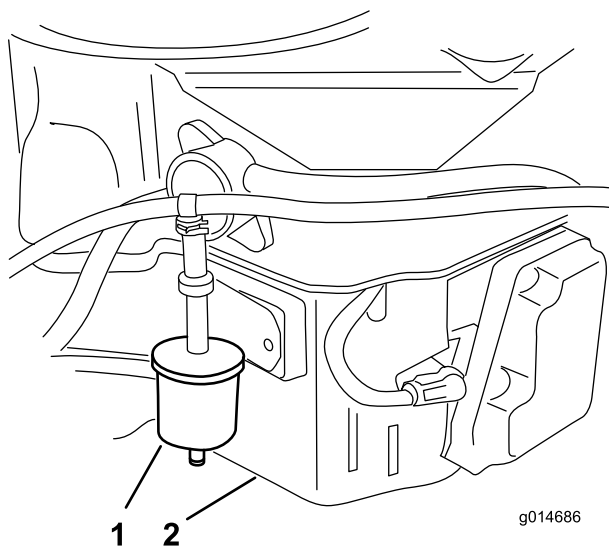

Figure 38
3. Déposez le filtre d'évent de carburant existant (Figure 38).